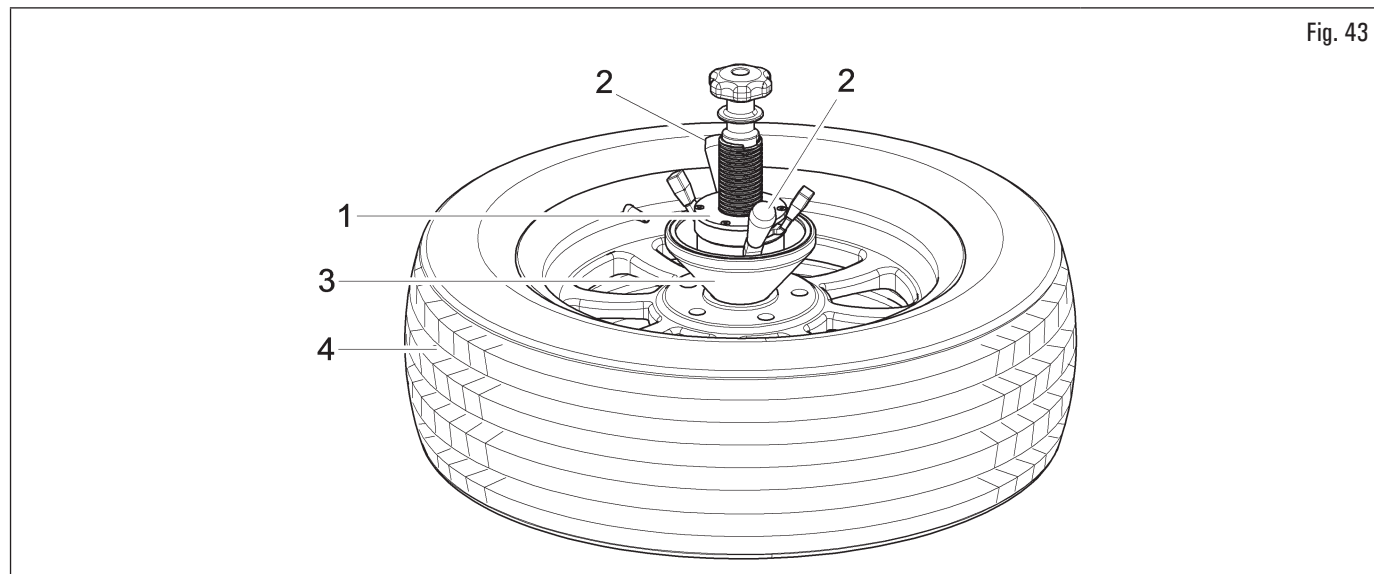

Fig. 43
6. quindi, ruotare la ghiera (Fig. 43 rif. 1) tramite le leve esterne più grandi (Fig. 43 rif. 2) fino al completo serraggio del cono (Fig. 43 rif. 3) sulla ruota (Fig. 43 rif. 4);